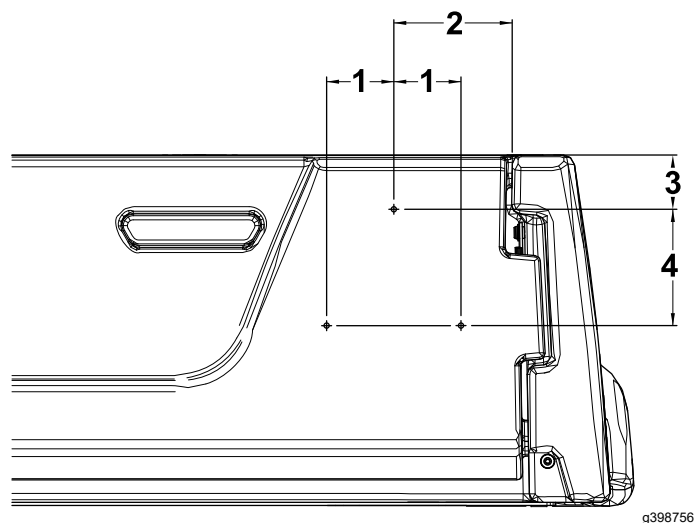

図 17
1. テールゲートの右側で、ゲートの右端から 130 mm の位置と、ゲート上部から 60 mm の位置にマーキングする図 17。.
2. ステップ1で付けたマークから下へ 128 mm の位置と、左右それぞれ 74 mm の位置にマーキングする図 17。
3. マークを打った場所 3 ヶ所に直径 5 mm の穴を開ける図 17。